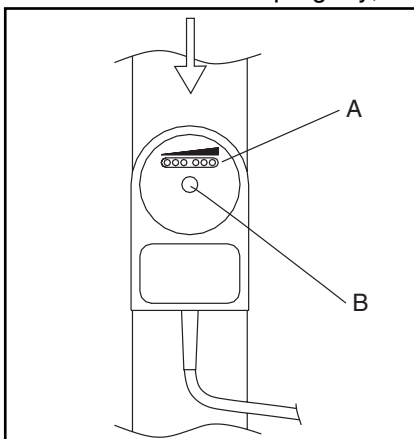

Fig. 9
Atención: Compruebe que el interruptor de caudal se ha colocado correctamente, véase fig. 9. El interruptor de caudal se debe colocar paralelo a la tubería de modo que el cable salga en la dirección del caudal.
No necesita mantenimiento. Consulte el apartado 3 y la fig. 9 . Si el interruptor de caudal está defectuoso, se debe sustituir por otro.
4. Destornille el tornillo de nailon B (fig. 9).
5. Compruebe que el interruptor de caudal se encuentra en la posición correcta (véase fig. 9).